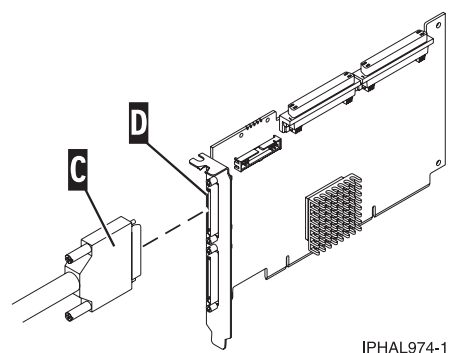

Figure 20. Câble SCSI relié à la carte d'interface SCSI
3. Branchez l'autre extrémité du câble SCSI C à la carte SCSI D du serveur. Pour plus d'informations, voir figure 20.